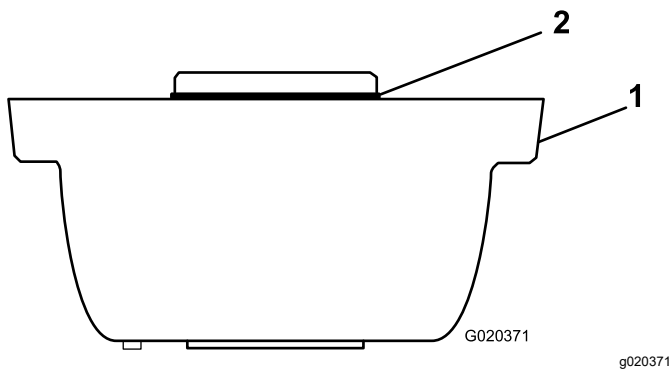

Figure 3
1. Enduisez le joint torique d'une mince couche de graisse et mettez-le en place sur le carter de la brosse de rouleau (Figure 3).